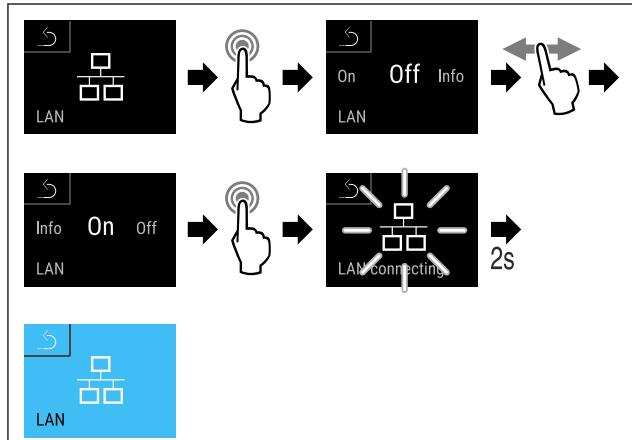

Fig. 126
- Seguir los pasos de procedimiento (consulte Fig. 126) .